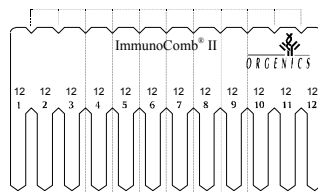

Figura 4. Fraccionamiento del Peine
- b. Doble y rompa verticalmente el Peine, o córtelo con tijeras (ver Figura 4) para separar el número requerido para las pruebas (Nro. de pruebas mas 2 controles)..